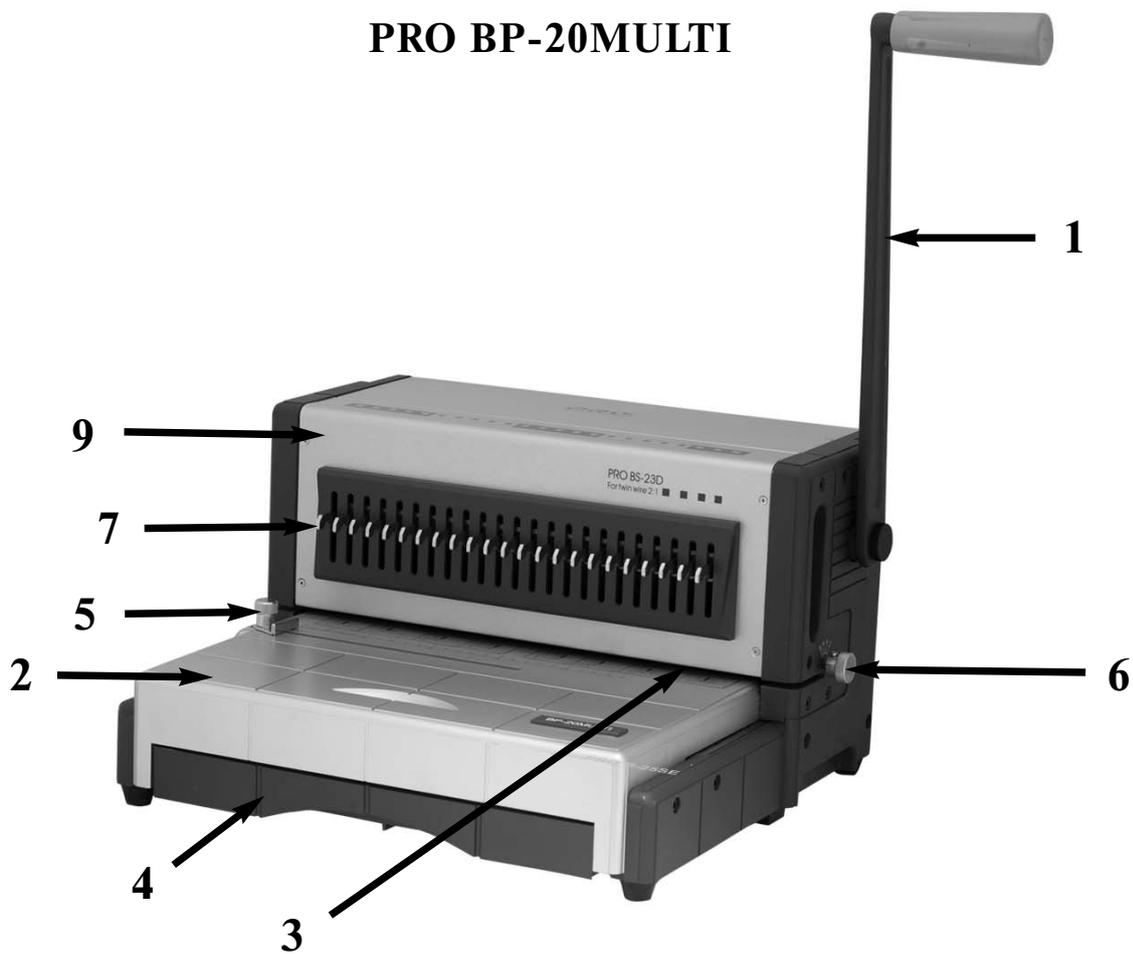

Рис.1
11. **Периодически, при заполнении лотка для обрезков бумаги необходимо проводить его очистку.** Для этого выдвините лоток Рис.1 п.4 на себя, удалите его содержимое, установите лоток в исходное положение.